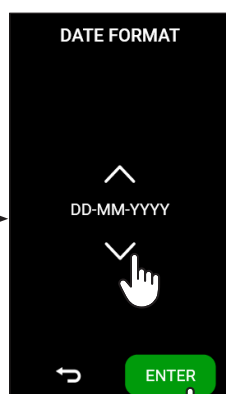

fig.3
- Configure el formato de la fecha y pulse ENTER (fig.3);